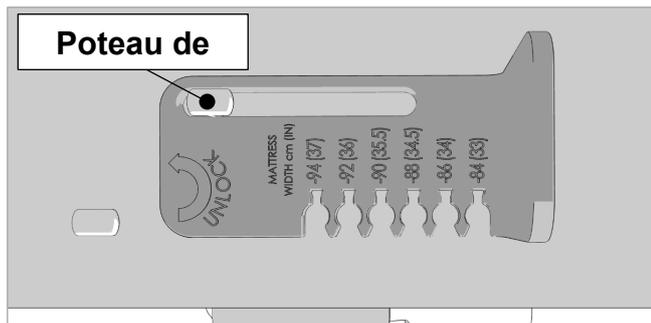

Figure 8.14
- Placez le guide-matelas sur le poteau de retenue comme indiqué dans la Figure 8.14.